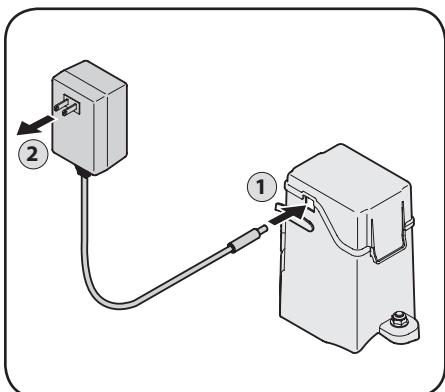

Figure 4-9
- Dégagez le joint du couvercle à la charnière et branchez le chargeur de la batterie dans l'orifice sur le côté de l'habitacle de la batterie. Voir la Figure 4-9.